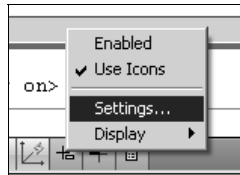

Рис. 3.15. Контекстное меню для вызова окна настройки динамического ввода
1. Щелкнуть правой кнопкой мыши на кнопке  **Dynamic Input** (Динамический ввод) в строке состояния и выбрать из контекстного меню пункт **Settings** (Настройка) (рис. 3.15).